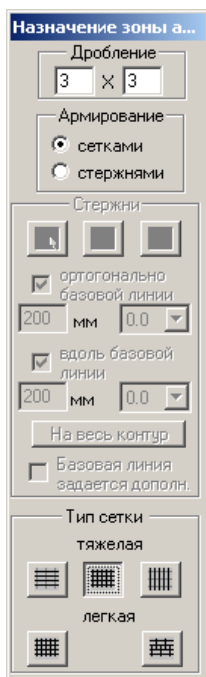

Рис.2.7.9. Окно диалога **Назначение зоны армирования**
- В открывшемся окне диалога **Назначение зоны армирования** выполните следующие действия (рис. 2.7.9):